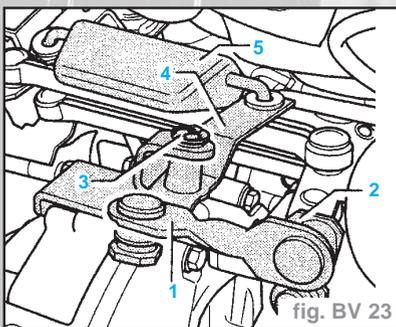

fig. BV 23
- Déposer la biellette de passage avant (**1**) du levier de vitesses (fig. BV 23).